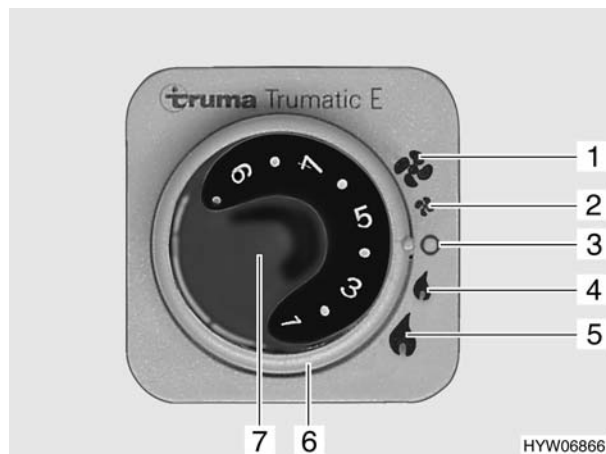

Fig. 146 Centralina di controllo per Trumatic E
- Impostare la manopola della temperatura (Fig. 146,7) sulla potenza desiderata.
- Posizionare l'interruttore girevole (Fig. 146,6) sulla potenza desiderata:
- 🔥 potenza piena (Fig. 146,5)
- 🔥 potenza minima (Fig. 146,4)
- Posizionare l'interruttore girevole (Fig. 146,6) su "O" (Fig. 146,3).
potenza piena (Fig. 146,1)
potenza minima (Fig. 146,2)